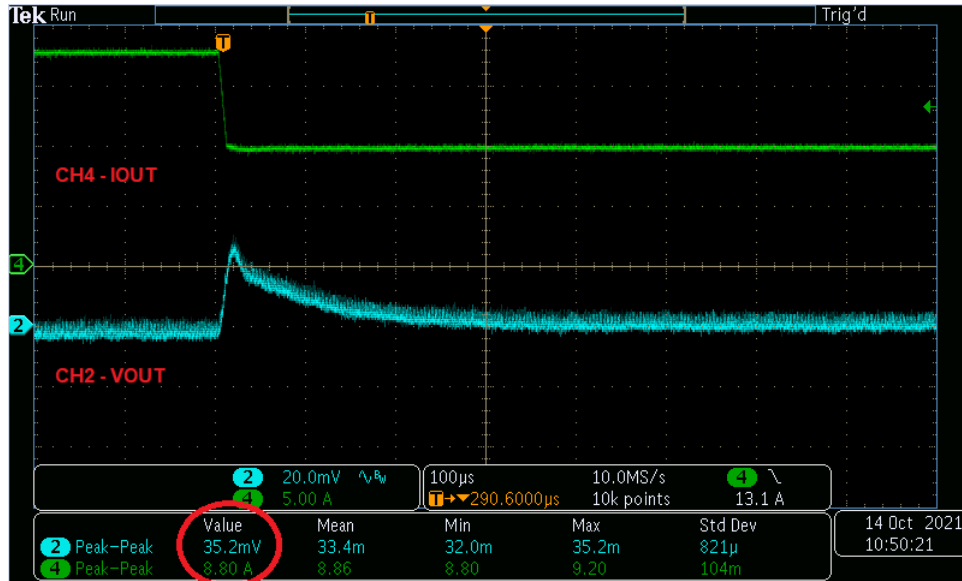

图 4-5. 对 18A 至 9A 负载阶跃的瞬态响应 (以 1A/μs 的速率)
3. 将 CH4 上的触发条件更改为下降沿，以捕捉 VOUT 对于 18A 至 9A 负电流阶跃的瞬态响应，如图 4-5 所示。